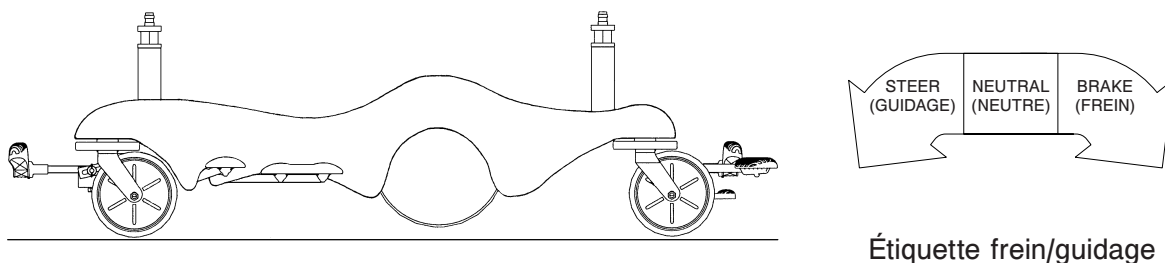

Figure 3.1 : Position neutre ou de freinage
**Lorsque la pédale de frein/guidage est en position neutre ou de freinage**, la roue Big Wheel est à environ 2 cm au-dessus du sol et le brancard repose sur ses quatre roues, comme illustré dans la Figure 3.1.
**Lorsque la pédale est en position neutre**, le brancard peut rouler dans toutes les directions, y compris latéralement, comme illustré dans la Figure 3.1.